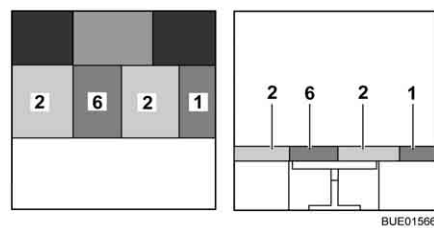

Bild 106 Nach dem Umbau
- Das Zusatzpolster (Bild 106,6) auf den Tisch legen.
- Das rechte Sitzpolster (Bild 106,2) gegen das Zusatzpolster schieben.
- Ein Rückenpolster (Bild 106,1) zwischen das Sitzpolster (Bild 106,2) und die Seitenwand legen.